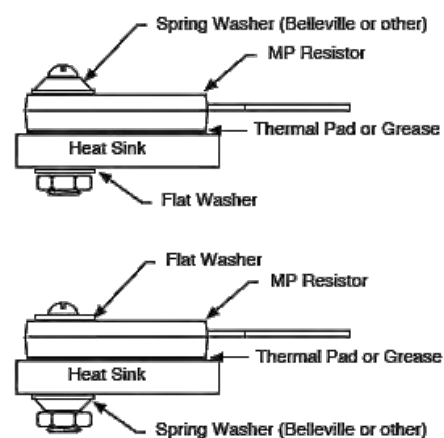

Figure 3 - 塑封電阻螺絲墊圈安裝技巧
- 螺絲安裝 - 貝氏 (Belleville) 或圓錐型的墊片與螺絲一起使用，是一種有效安裝散熱片的方法。貝氏 (Belleville) 墊圈是一個錐形彈簧墊圈，旨在維持恆壓防止偏轉變形。該墊圈可經受長期溫度及循環壓力而不變形。Figure 3 顯示了一些典型的硬件配置，用於螺絲安裝散熱片到 TO-塑封電阻器。扁形墊圈，星形墊圈，和分叉形墊圈不應該用來代替貝氏墊圈，因為它們不提供恆定的壓力，並可能造成損害的塑封電阻。